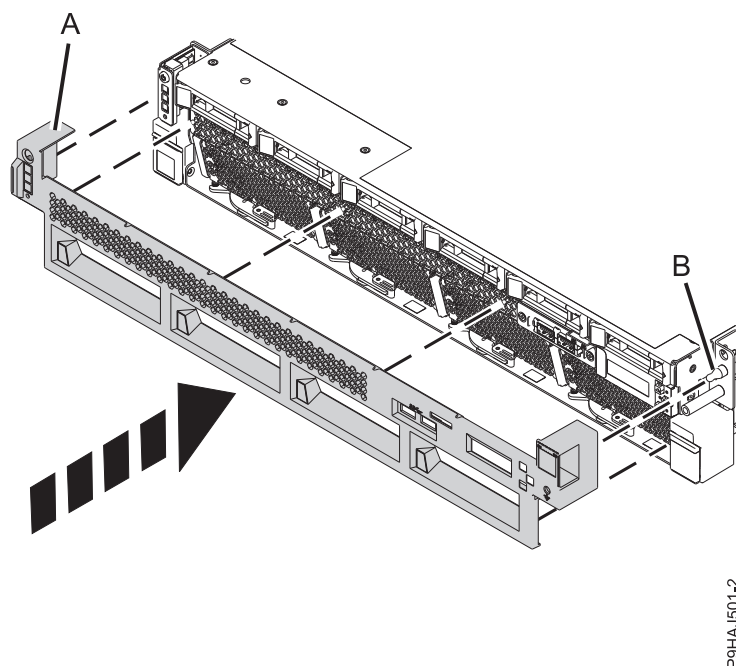

Figura 16. Instalación de la cubierta frontal
- Presione suavemente la cubierta **(A)** hacia adentro hasta que quede encajada en su lugar. La cubierta tiene hendiduras para que se sujete más fácilmente. Utilice la patilla de alineación **(B)** para fijar la cubierta en el sistema, tal como se muestra en la Figura 16 en la página 31. Presione la zona de la rejilla que se halla encima de los ventiladores para fijar la cubierta a la parte frontal.